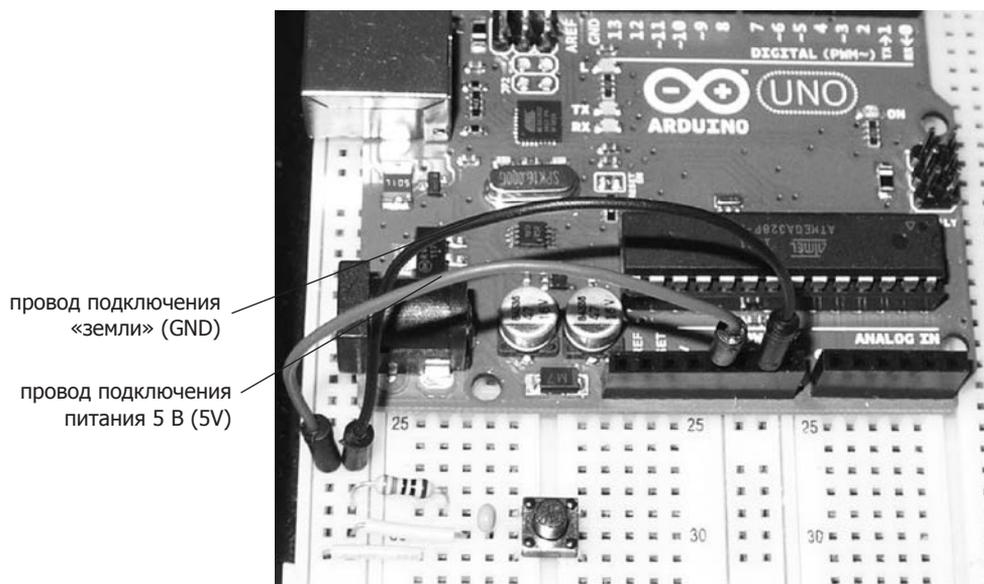

Рис. 4.22. Провода питания: 5 В (красный) и «земля» (черный)
3. Соедините отрезком провода контакт 5 V на плате Arduino с самым левым вертикальным рядом на макетной плате. Соедините другим отрезком провода контакт GND на плате Arduino с вертикальным рядом на макетной плате, находящимся правее вертикального ряда, соединенного с контактом 5 V. Соедините горизонтальным проводником вертикальный ряд GND и левый нижний контакт кнопки. Полученная схема представлена на рис. 4.22.